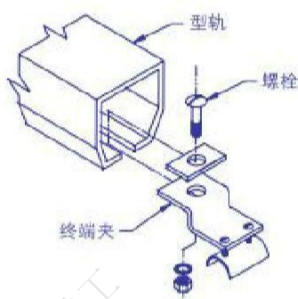

图8C. 安装终端夹
- 8.9 滑车全部装入后，再主梁末端安装终端夹，并拧紧螺栓（图 8C 和 8D）
- 8.12 滑车全部装入后，在固定型轨的末端安装终端夹/真空软管夹，并拧紧螺栓（图 8C 和 8D）